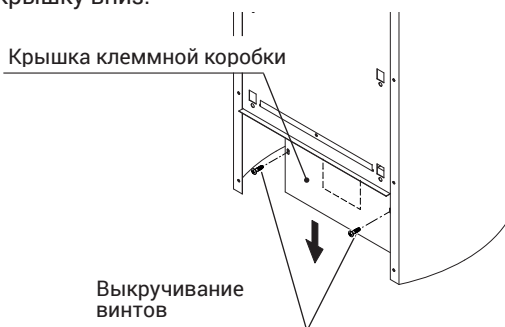

Рис. 6
- Откройте заднюю крышку клеммной коробки, выкрутив 2 винта согласно рис. 6 и потянув крышку вниз.